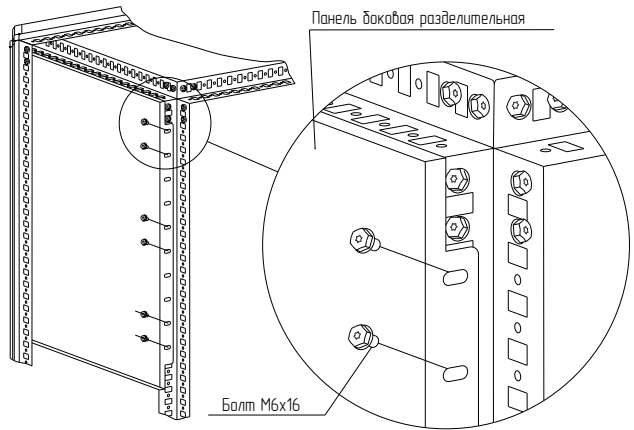

Рисунок 20
- 4.9.2 Установить панель боковую разделительную между стоек каркаса на нужной высоте и закрепить болтами М6 × 16 (рисунок 20). Момент затяжки – 7 Н·м. Болты приобрести отдельно.